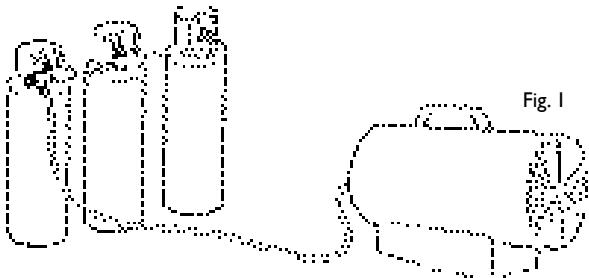

Fig. 1
- Para un uso continuativo con la máxima potencia se aconseja montar las bombonas en paralelo (Fig.1)